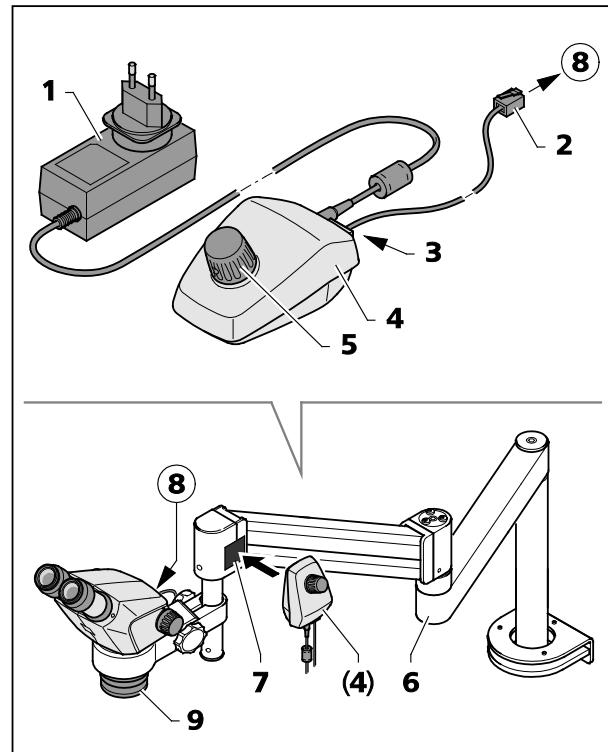

Fig. 24 Controlador K LED
O controlador K (Fig. 24/4) serve para o comando do iluminador vertical do corpo Stemi 305 ou da lâmpada anular no uso de estatívos com braço B ou U ou outros estatívos.
- Aparafusar o sistema adicional 0,5x/185 mm (Fig. 24/9) ao corpo de microscópio.
- Usando a lâmpada anular, montar a mesma mediante o adaptador fornecido (diâmetro interno 58 mm, exterior 66 mm) ao sistema adicional (Fig. 24/9).
- Fixar a placa magnética (Fig. 24/7) por meio do lado adesivo ao estatívo de braço giratório.
- Inserir o cabo de ligação fornecido (1 m de comprimento) (Fig. 24/2) na tomada (Fig. 24/8) situada no corpo de microscópio ou na lâmpada anular e na tomada (Fig. 24/3) disposta no lado posterior do controlador K (Fig. 24/4).
- Adaptar o controlador K (Fig. 24/4) à placa magnética (Fig. 24/7).
- Ligar o controlador K por meio do bloco de alimentação (Fig. 24/1) à rede de corrente.
- Alinhar o estatívo de braço giratório (Fig. 24/6) de maneira que haja uma postura de trabalho ergométrica.
- Apertando o botão rotativo (Fig. 24/5), disposto no controlador K, conectar o iluminador vertical (ou a lâmpada anular) e regular a intensidade luminosa, dando volta ao botão.